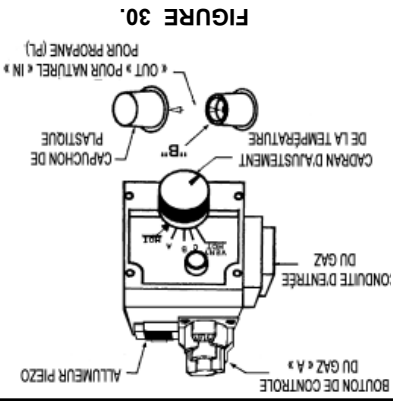

FIGURE 30.
Étape 16. Assurez-vous que le cadran d'ajustement de température soit tourné vers la droite () à sa position la plus basse, voir Figure 30 page 19
Étape 8. Placez le tournevis dans la fente « B », voir Figure 30 page 19. Appuyez et tournez vers la gauche () pour arrêter. La vis de contrôle doit être en position « IN » pour le gaz propane (P.L.) et en position « OUT » pour le gaz naturel. ARRÊTEZ! Lisez l'étiquette « Pour votre sécurité » située sur votre chauffe-eau.
Appuyez et tournez « ARRÊT », voir Figure 30 page 19.